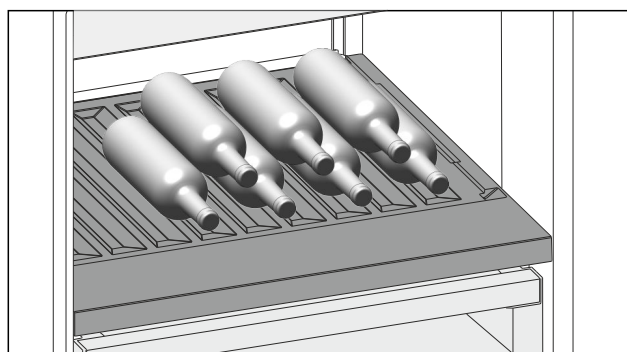

Fig. 87
- ▶ 将瓶底向后对着后壁放入瓶子。(参见 Fig. 87)